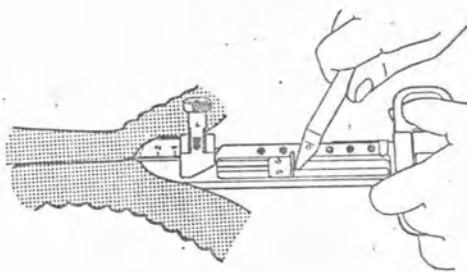

Рис. 10. Прошивание и
7.1.4. Переместить ползун вдоль скобочной половины до упора вперед, производя тем самым одновременное сшивание стенок органов скобками и рассечение ткани между накладываемыми швами, образуя сообщение между внутренними полостями органов (рис. 10).